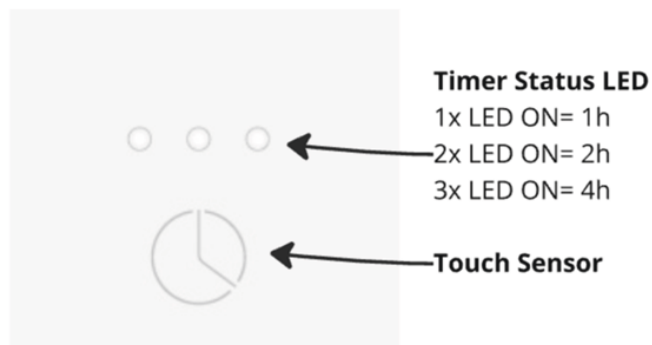

Fig. 5: Sensore touch
2. Con il sensore touch (vedi fig. 5), impostare il tempo di funzionamento desiderato (1, 2 o 4h).